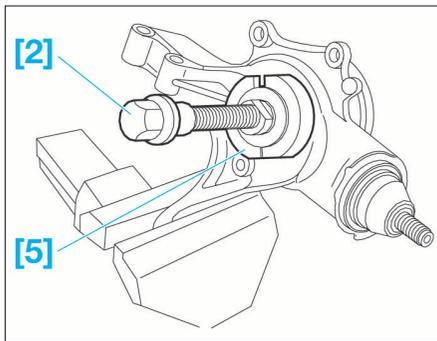

FIG. 19
- Poser les outils [5] (extracteur ref. 9501-T.D4+9501-T.D5) et [2] (vis ref. 9501-T.A) (Fig.19)